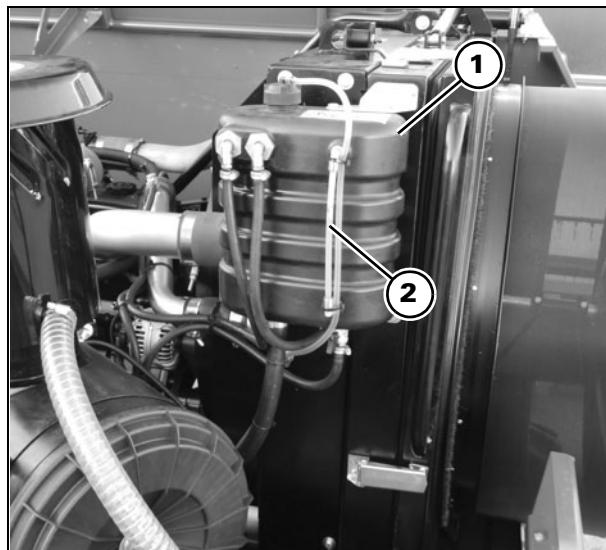

Рис. 7
3.) РАСШИРИТЕЛЬНЫЙ БАК РАДИАТОРА - Рис. 7